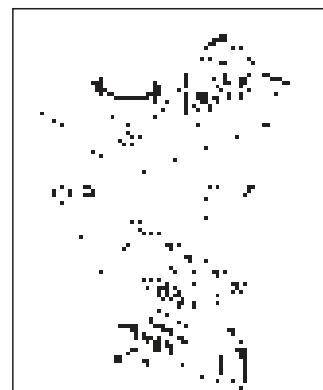

Рисунок 5. Снятие блока управления
(1) Аккуратно подденьте плоской отвёрткой место примыкания блока управления и лицевой панели (см. рис. 5).
(2) Выдвиньте блок управления на себя.
(3) Отсоедините кабель с разъёмом от блока управления. Кабель подсоединен с тыльной стороны блока управления.
(4) Уберите блок управления в сторону в безопасное место.